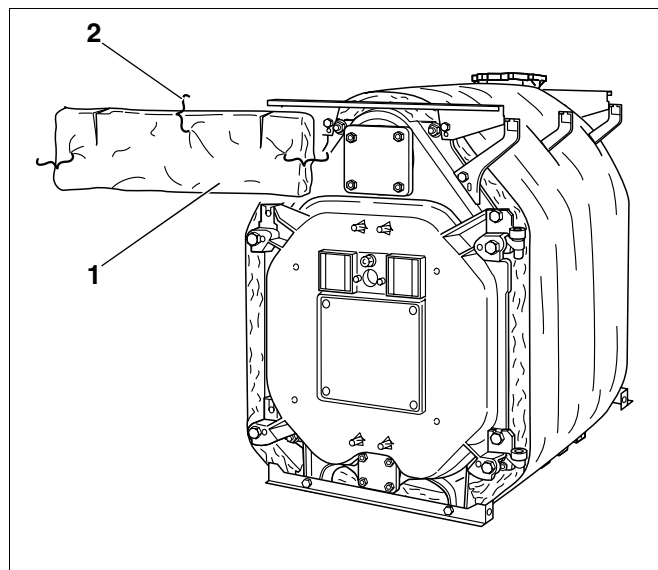

Fig. 43 Montage - matelas isolant avant
- Placer le matelas isolant rectangulaire (fig. 43, **pos. 1**) avec les découpes vers le haut, à l'avant au-dessus de la porte.
- Fixer le matelas à l'aide de 3 ressorts de tension sur le matelas du bloc chaudière (fig. 43, **pos. 2**).